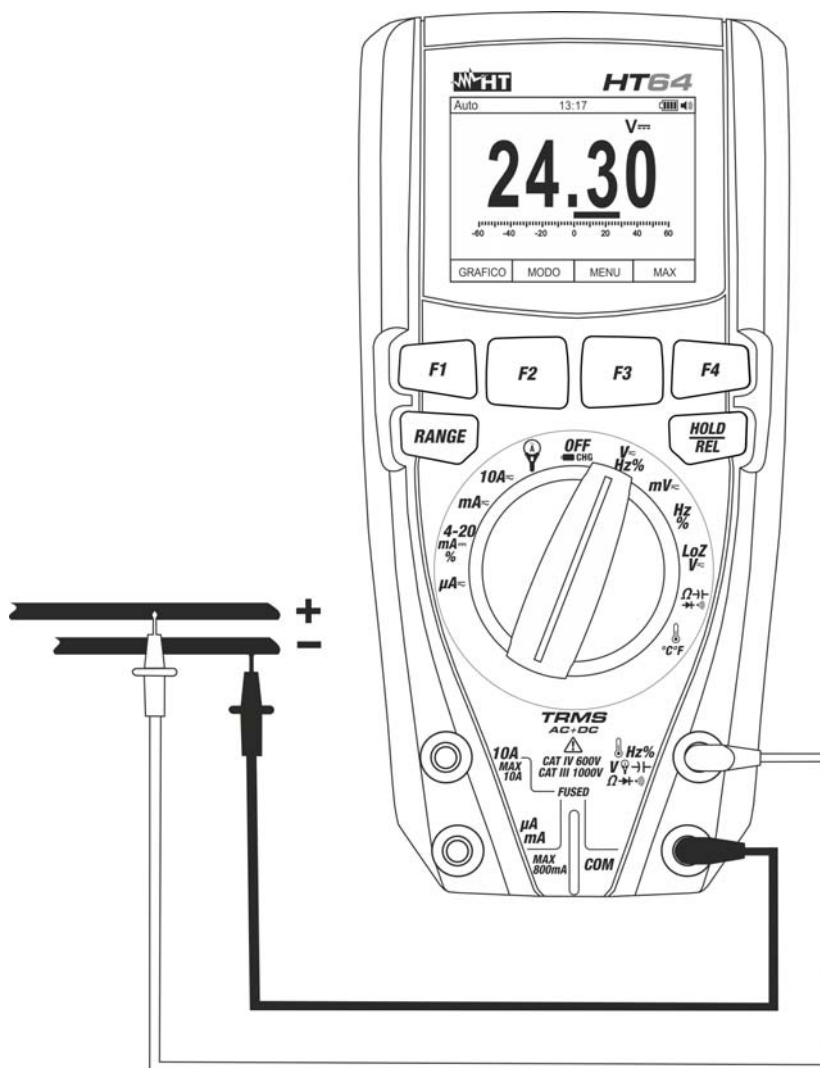
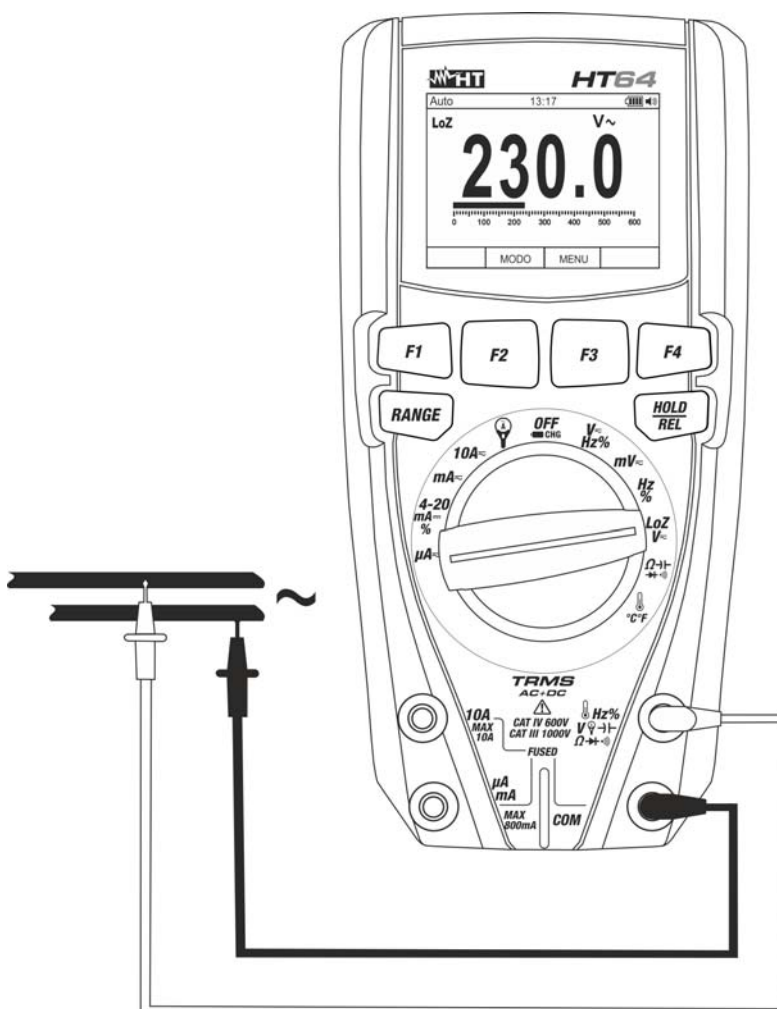

Fig. 22: Uso dello strumento per misura di Tensione DC, AC+DC
Fig. 24: Uso dello strumento per misura di Tensione AC/DC con funzione LoZ
3. Posizionare il puntale rosso ed il puntale nero rispettivamente nei punti a potenziale positivo e negativo del circuito in esame (vedere Fig. 22). Il valore della tensione è mostrato a display
5. La visualizzazione del simbolo "-" sul display dello strumento indica che la tensione ha verso opposto rispetto alla connessione di Fig. 22.
4. Posizionare il puntale rosso ed il puntale nero rispettivamente nei punti del circuito in esame (vedere Fig.24) per misura di tensione AC oppure nei punti a potenziale positivo e negativo del circuito in esame (vedere Fig.22) per misura di tensione DC. Il valore della tensione è mostrato a display
6. La visualizzazione del simbolo "-" sul display dello strumento indica che la tensione ha verso opposto rispetto alla connessione di Fig.22